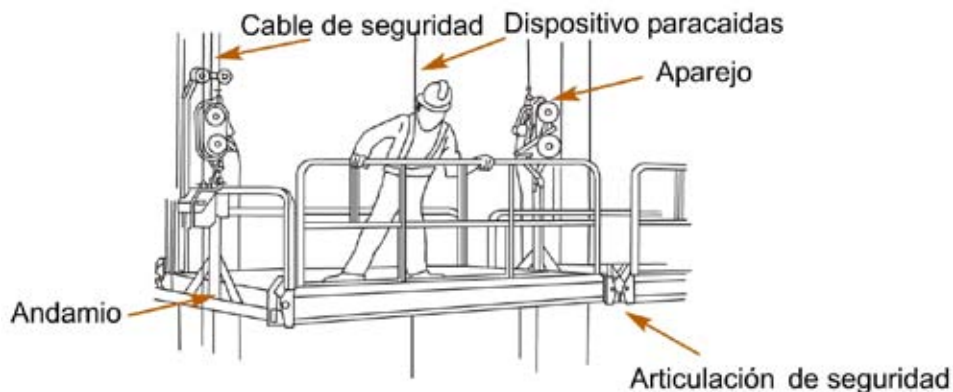

Figura. 3
11. A la finalización de la jornada laboral, queda prohibido dejar los andamios colgados en cotas elevadas, debiendo descenderse totalmente. (Ver figura 3)